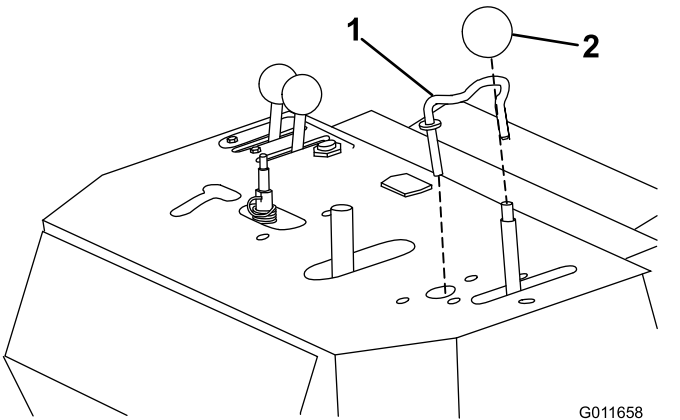

Figura 6
5. Desenrosque el pomo de la palanca de control de la espada (Figura 6).
6. Desde la parte inferior del panel de control, retire el pasador de horquilla y la arandela que fijan el bloqueo de la palanca de control de la espada y retire el bloqueo (Figura 6)